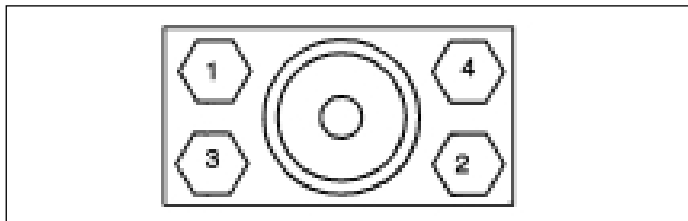

Abbildung 32. Reihenfolge der Anzugsmomente für die Verbindungsschrauben
- Alle Schrauben in Schritten von 1,2 Nm bis 2,8 Nm in der in Abbildung 32 angegebenen Reihenfolge anziehen.